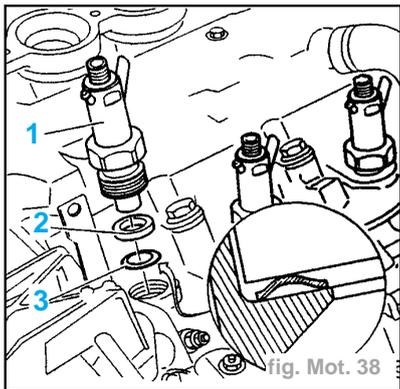

fig. Mot. 38
- Déposer (fig. Mot. 38) :
- les porte-injecteurs (1) en utilisant la douille (réf. 0149),
- les rondelles d'étanchéité (2),
- les rondelles pare-flammes (3).
- Tarauder le protège-injecteurs avec un taraud (6) de 16 x 150.
- Poser une rondelle (7) en appui sur la culasse.
- Monter un écrou (8).
- Reposer (fig. Mot. 38) :
- les rondelles pare-flammes (3),
- les porte-injecteurs (1). Serrer à (daN.m) :